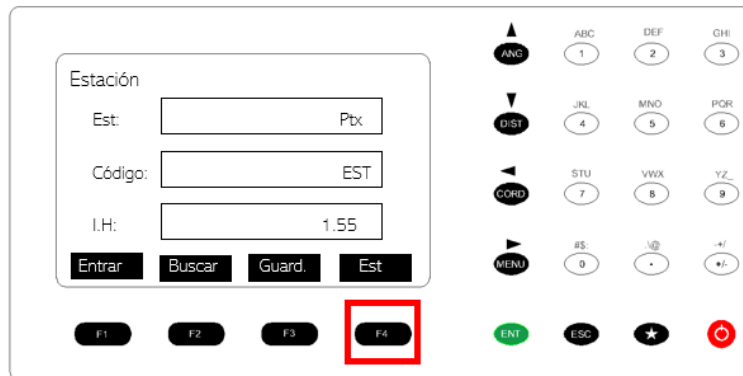
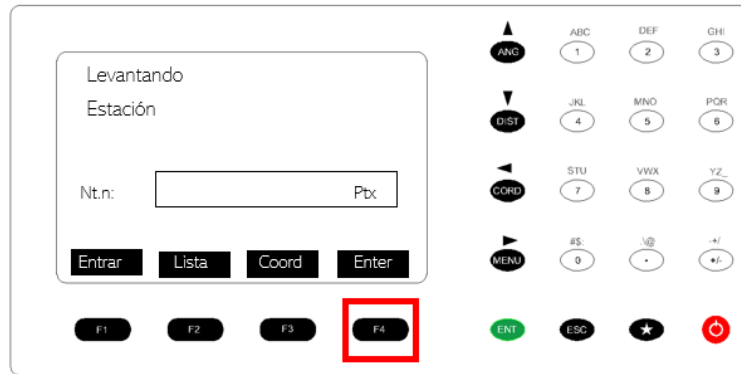

Figura 89. Verificación del punto.
Figura 90. Verificación del punto.
22. Presionar el botón F4. Est (figura 89). En la nueva ventana presionar el botón F1. Entrar e introducir el nombre del punto en el cual se encuentra la estación. Presionar Enter (figura 90) y verificar los datos. Presionar F3. Guardar.